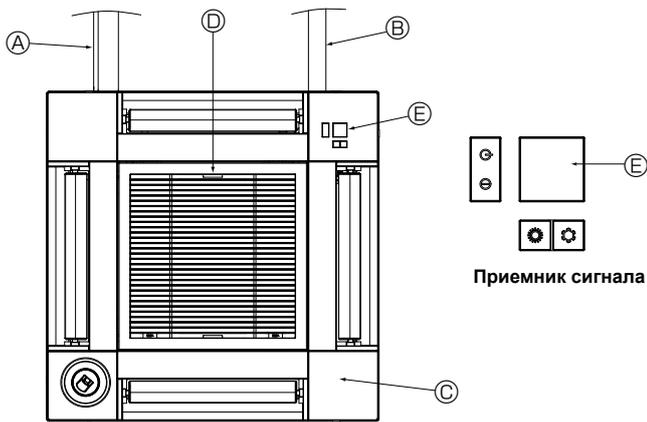

Fig. 10-17
10.5. Установка решетки впуска воздуха (Fig. 10-17)